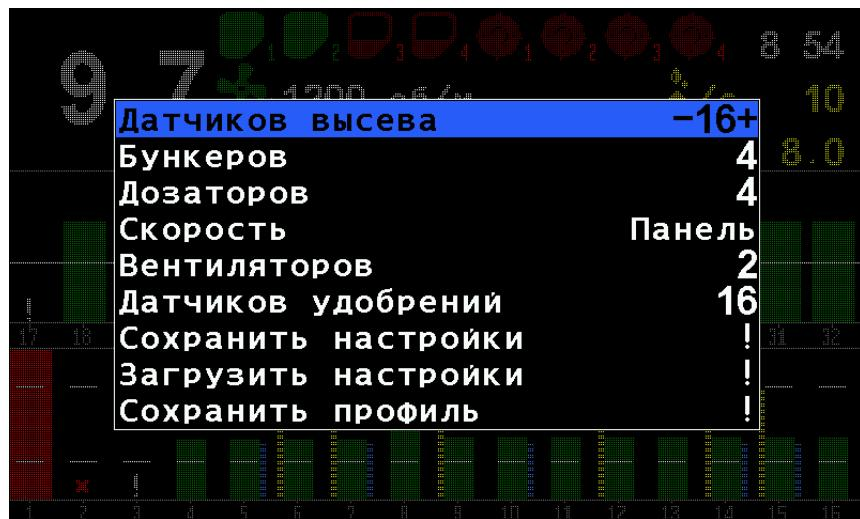

Рисунок 17 Профиль
9.4.1.Профиль – вызывает вложенное меню, позволяющее настроить состав и количество датчиков системы контроля высеива. Вложенное меню содержит девять параметров, см. "Рисунок 17":